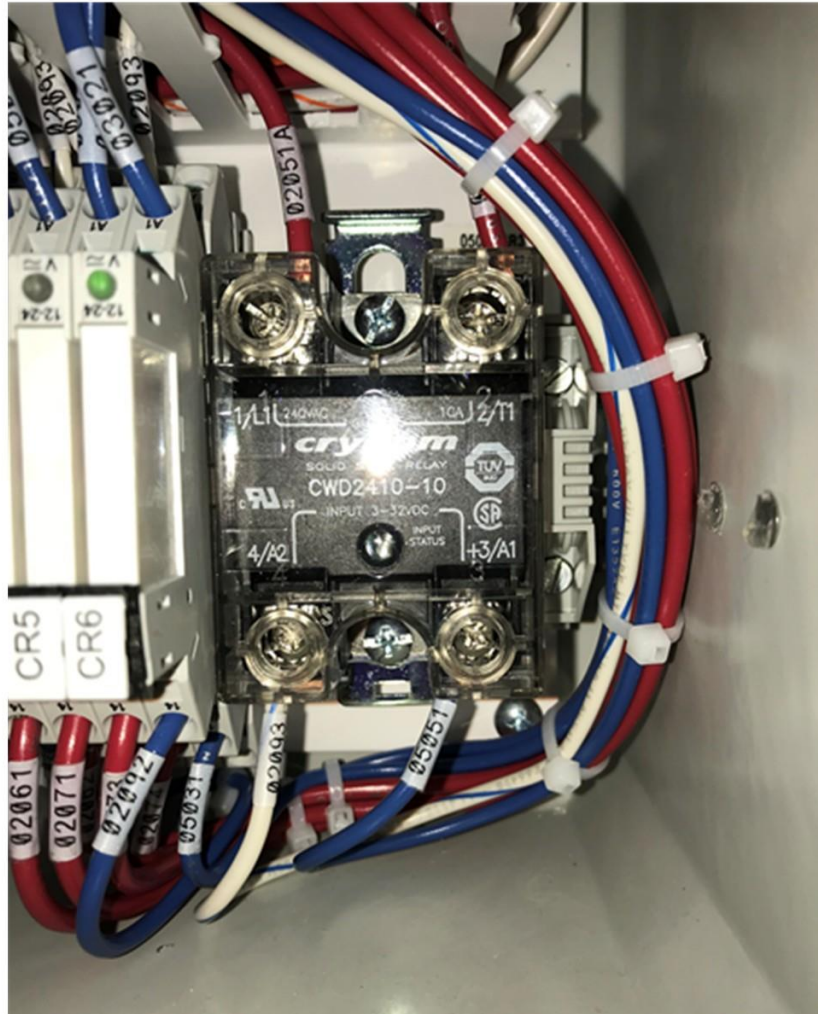

Figura 9-9: Relé de estado sólido de la bomba de vacío
4. Encuentre el relé de estado sólido de la bomba de vacío (vea la **Figura 9-4, elemento n.º 21**) y tome nota de los números y ubicaciones de los cables. **Vea la Figura 9-9.**
5. Utilice un destornillador para retirar los cuatro cables. **Vea la Figura 9-9.**
- **Vea la figura 9-9.**
3. Vuelva a instalar los cables en los contactos correspondientes. Los cables de VCC de la parte inferior se deben instalar como se muestra en la **figura 9-9** debido a la polaridad.
6. Mueva el interruptor de alimentación a la posición de encendido (ON).